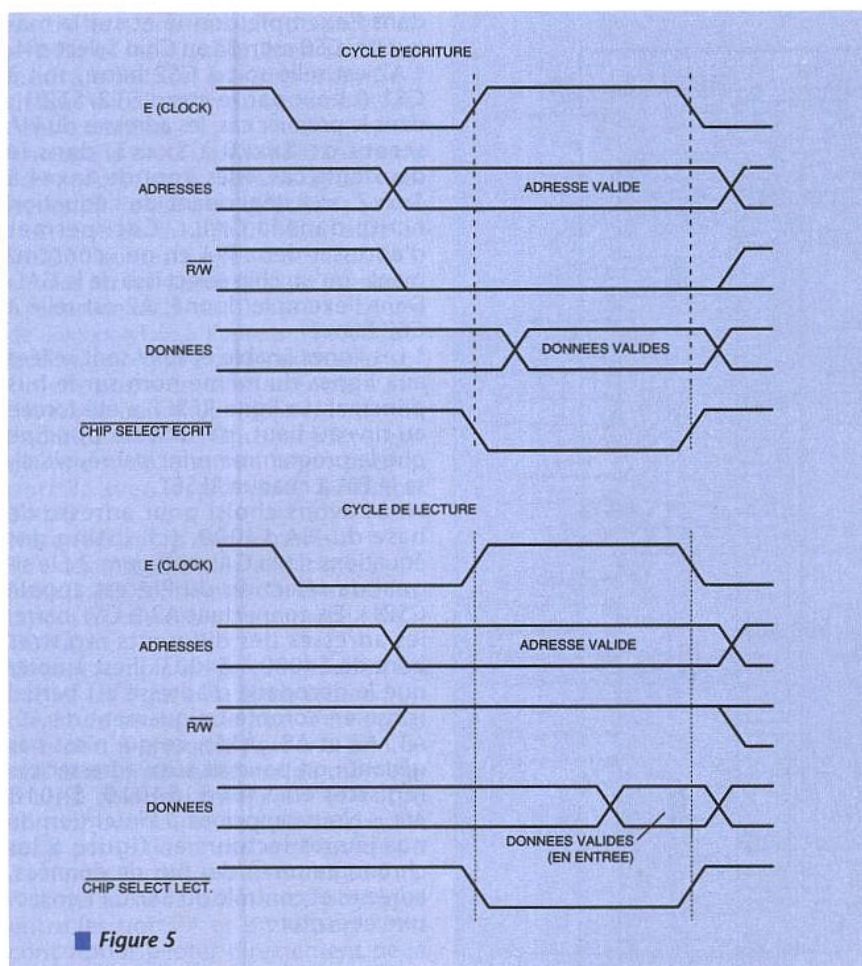

Figure 5
■ Figure 5
De dimensions proches de celles d'une pile 9 V, le petit circuit imprimé de la figure 5 pourra être utilisé de différentes façons.
Nous avons choisi pour adresse de base du PIA \$4000. (cf. listing des équations de la GAL en figure 2 ; le signal de sélection du PIA est appelé CS21). En connectant A2 à CS1 barre, les adresses des différents registres iront de \$4000 à \$4003. Il est à noter que le décodage d'adresse est partiel (prise en compte uniquement de A0, A1, A2 et A8...A15), ce qui n'est pas gênant : on pourrait aussi adresser ces registres en \$4008, \$4010, \$4018 etc... Nous rappelons à l'intention de nos jeunes lecteurs en figure 5 les chronogrammes des bus de données, adresses et contrôle du 68HC11 en lecture et écriture.